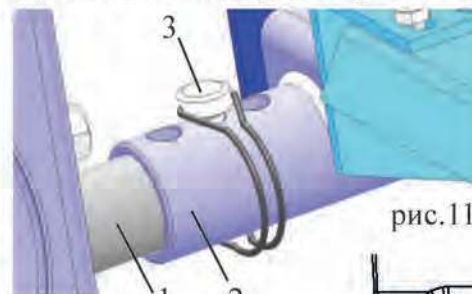

рис.11
- состояние (износ) стопора кронштейна сцепки (рис.11).
Установить снегоуборщик кронштейном (1) на штырь (2) мотоблока до совмещения отверстий кронштейна и штыря (рис.11). Установить ремень на шкив вала двигателя мотоблока и на шкив снегоуборщика. В отверстия вставить стопор (3) и защелкнуть скобу. При помощи пазов, отрегулируйте соосность шкивов (см.приложение 1, стр.18) снегоуборщика и мотоблока. Окончательно закрутите болты (4) ключом (рис.9;10). Отрегулируйте натяжение ремня. Варианты совмещения отверстий кронштейна и штыря сцепного устройства для регулировки натяжения ремня приведены в приложении 3 (стр.20). При растяжении приводного ремня снять стопор, выдвинуть кронштейн, совместить отверстия, вставить стопор и защелкнуть скобу. Отрегулировать зазор между наружной поверхностью ремня и ограничителями от 2 до 4 мм.(рис.12).